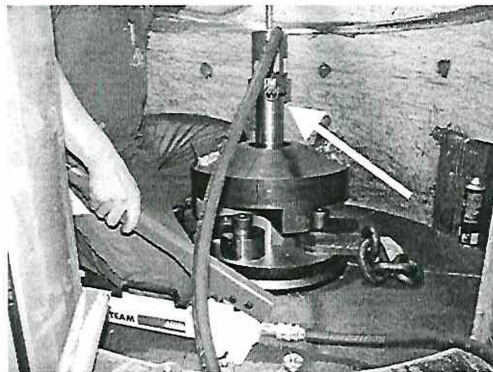

Рис. 16: Съемник завинчен в центральное отверстие; впереди слева ручной насос
16. Закрутите кривошип на верхнем конце цилиндра по часовой стрелке до упора (Рис. 16).